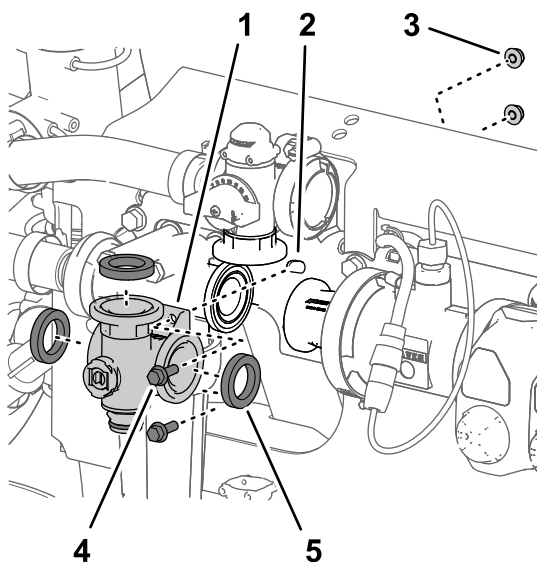

Bild 124
3. Entfernen Sie die zwei Bundkopfschrauben ($\frac{1}{4}'' \times \frac{3}{4}''$) und die zwei Sicherungsbundmutter ($\frac{1}{4}''$), mit denen der Rührwerkventilverteiler an der Ventilstütze befestigt ist (Bild 124).
4. Nehmen Sie den Rührwerkventilverteiler und die Dichtungen von der Maschine ab (Bild 124).